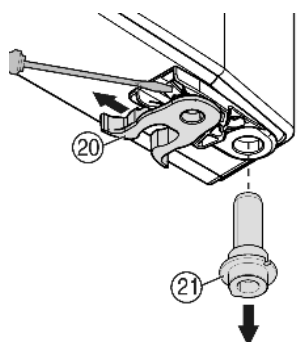

Fig. 8
- ▶ Permuter la pince élastique Fig. 8 (20) : appuyer sur l'ergot puis retirer la pince élastique.
- ▶ Tirer le pivot d'appui Fig. 8 (21) hors de la douille de porte et la mettre en place ensemble avec la rondelle du côté opposé. Le taquet d'arrêt doit indiquer vers la paroi intérieure de la porte, l'encoche vers la paroi extérieure.
- ▶ Pivoter la porte vers le bas et mettre en place le pivot d'arrêt Fig. 8 (21) dans le support d'appui. Event. tourner le pivot d'arrêt de sorte qu'il puisse encliquer.